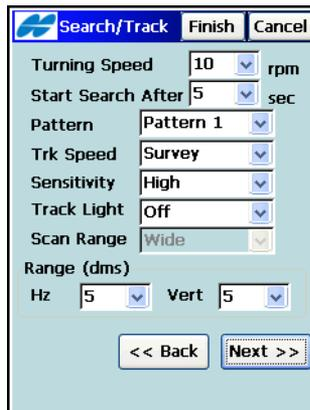

Abbildung 4-74. Suche/Tracking
8. Für eine motorisierte Aufnahme (Robotik) legen Sie nun im Fenster **Suche/Tracking** (Abbildung 4-74) die Suchparameter fest: Das sind der Suchbereich entlang der vertikalen und horizontalen Achse, das Suchmuster, die Trackinggeschwindigkeit, die Sensitivität, die Verzögerung zwischen Signalverlust und neuem Suchstart, die Drehgeschwindigkeit (in Umdrehungen pro Minute) und der Scanbereich (die Breite des Signals). Tippen Sie anschließend auf **Weiter**.